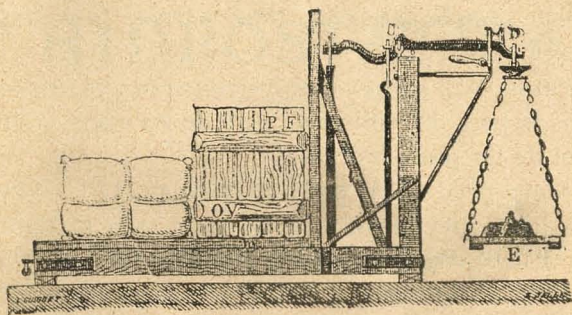

Fig. 16.—Báscula.
6. **Báscula.**—Esta balanza (fig. 16) inventada por Quintenz, se compone de un platillo ó tablero sobre el cual se coloca el cuerpo que se trata de pesar, y de otro platillo suspendido al extremo del brazo de palanca donde se colocan las pesas que han de equilibrar al cuerpo del tablero. La longitud del brazo de palanca que soporta las pesas graduadas, es diez veces mayor, y por lo tanto, bastará colocar sobre el platillo un peso diez veces menor que el colocado en el opuesto. Así un peso de 20 kilogramos equilibrará un peso de  $20 \text{ k.} \times 10 = 200$  kilogramos.